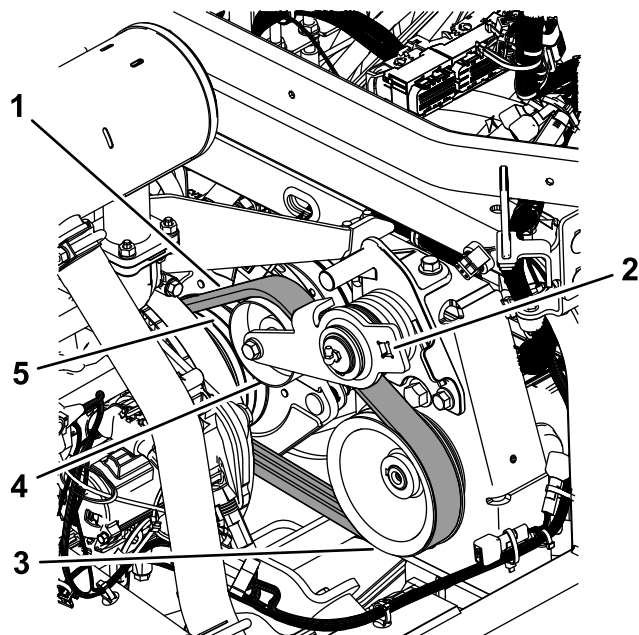

図 73
3. もう一人がベルトを、エンジンプーリ、アイドラプーリ、ポンププーリに取り付ける 図 73。